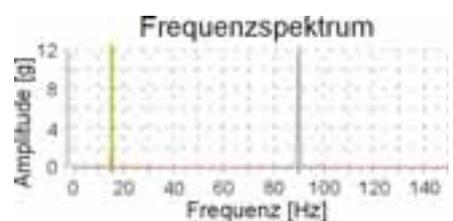

Bild 6: Graphischer Vergleich der errechneten mit den ermittelten Frequenzen.
*Vergleich der errechneten mit den ermittelten Frequenzen:* Die nach obiger Beschreibung ermittelten Frequenzen der harmonischen Schwingungsanteile, die zur Schwingung einen signifikanten Beitrag leisten, werden dann graphisch (Bild 6) oder tabellarisch mit den Frequenzen der im vorliegenden Fall möglichen Schwingungserreger verglichen.